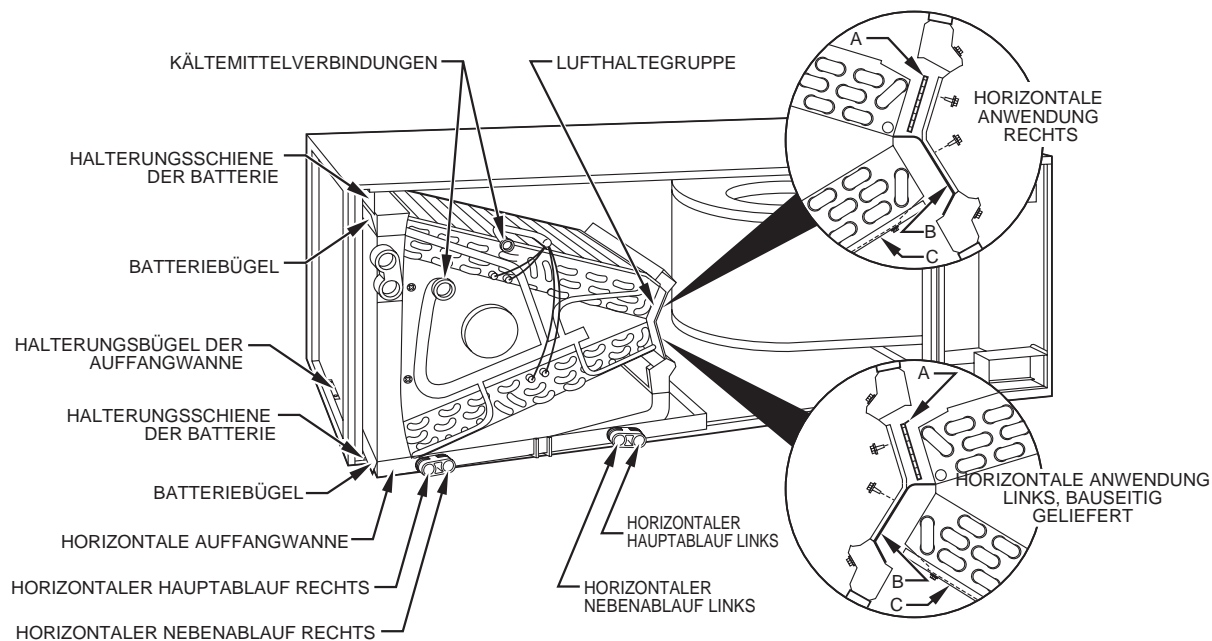

Abb. 4 - Umwandlung für horizontale Anwendungen, rechts, mit A-Batterie
1. Ventilator und Zugangsplatten zur Batterie entfernen (Abb.4).
- b. Splitter (B) aus der Batteriegruppe herausnehmen, indem man die drei Schrauben entfernt (Abb. 4 - Zusätzliche, vom Hersteller beigelieferte Anweisungen).
- c. Schließplatte (A) entfernen und Splitter an deren Stelle einbauen.
- d. Schließplatte (A) wie bei der horizontalen Anwendung rechts installieren.